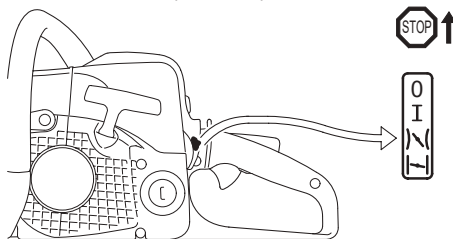

Рис. 13. Изменение положения комбинированного рычага после первой вспышки
7. После первой вспышки откройте воздушную заслонку, для этого переведите комбинированный рычаг в стартовое положение воздушной заслонки  (Рис. 13).